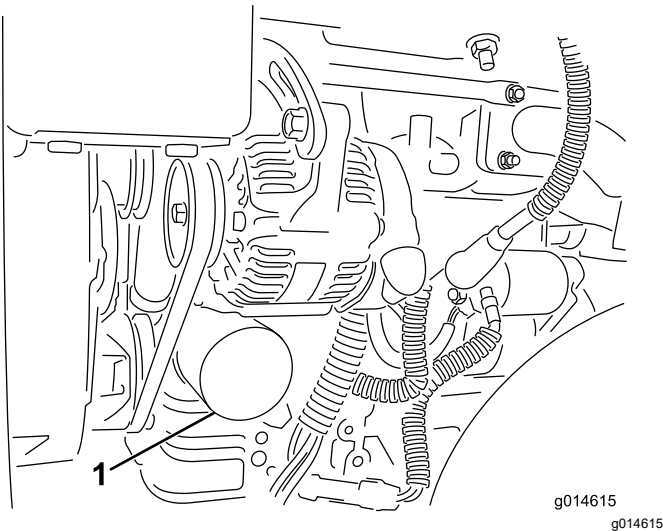

Figura 30
2. Remova o filtro de óleo (Figura 30). Aplique uma leve camada de óleo limpo na junta do novo filtro.